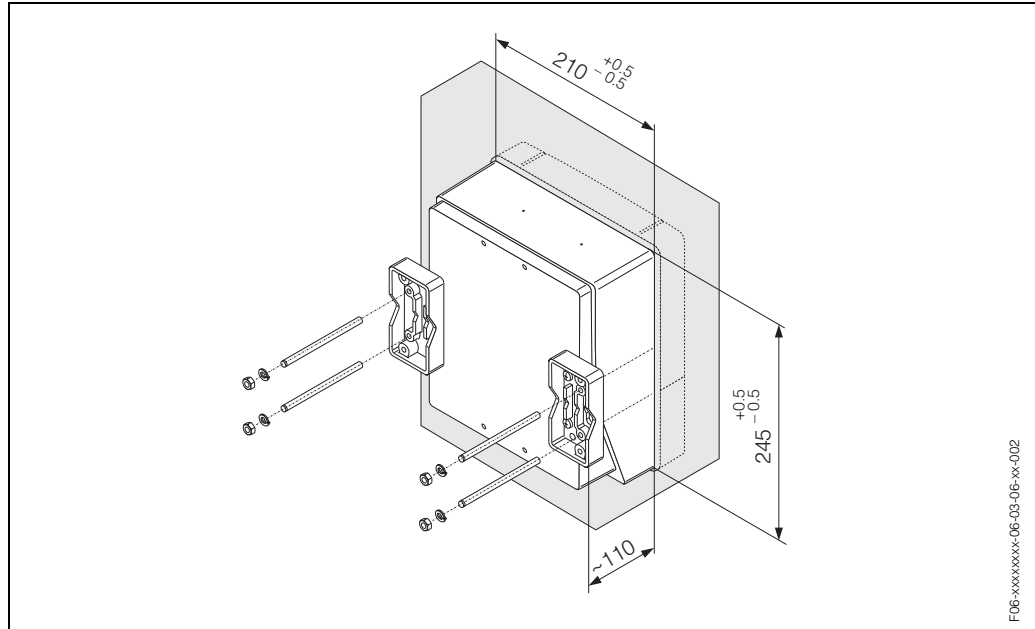

Abb. 15: Schalttafeleinbau (Wandaufbaugehäuse)
1. Einbauöffnung in der Schalttafel vorbereiten (Abb. 15).